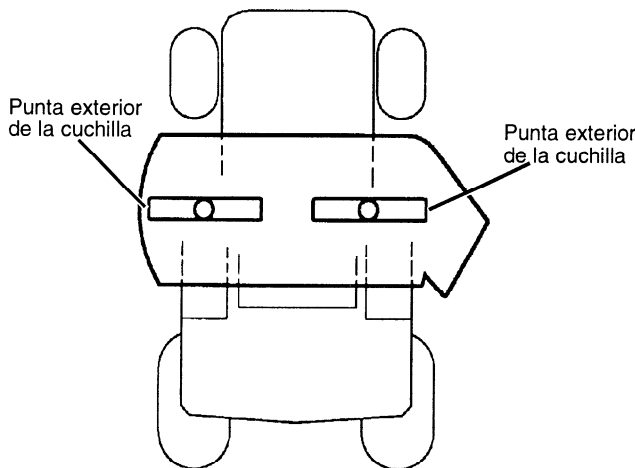

FIGURA 43
- Mida la altura desde la superficie nivelada hasta la punta externa de la cuchilla en las cuchillas izquierda y derecha. (vea la Figura 43) La diferencia entre las mediciones no deberán exceder a **6 mm (1/4 de pulgada)**.